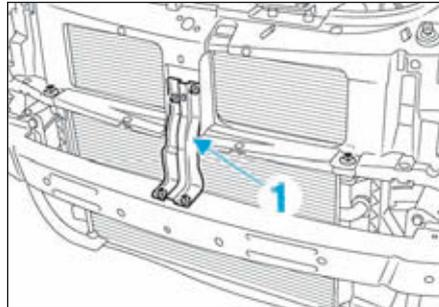

FIG.1
- Déposer le renfort (1) de la traverse supérieure (Fig.1).